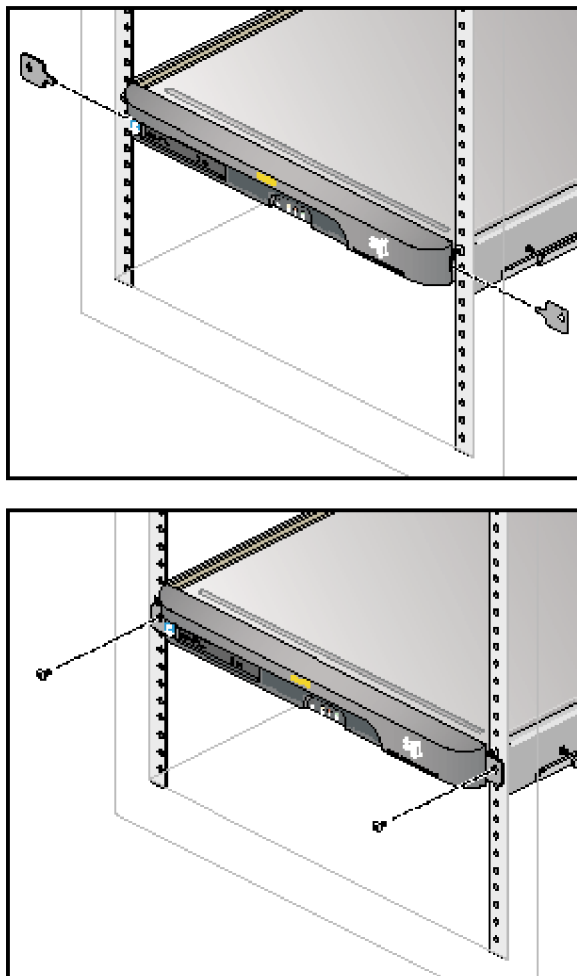

Figure 1-22 Fixation du module à l'avant du châssis
3. Insérez la languette du premier support de fixation avant dans la fente de la tôle directement derrière la plaque de plastique (reportez-vous à la figure 1-22).